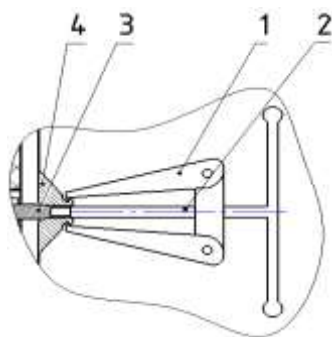

Рис. 24 – Съёмник для крыльчатки
3. Снять крыльчатку при помощи съемника (рис. 24);